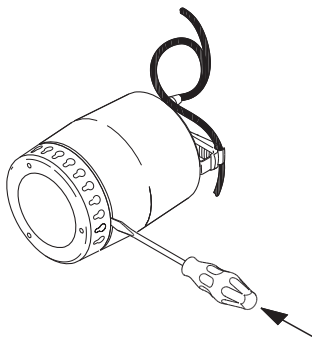

Fig. 10 Demontering av inloppssil
3. Avlägsna inloppssilen. Stick in en skruvmejsel mellan pumphöljet och inloppssilen och tryck hårt. Upprepa på flera ställen runt silen tills den lossnar. Se fig. 10.